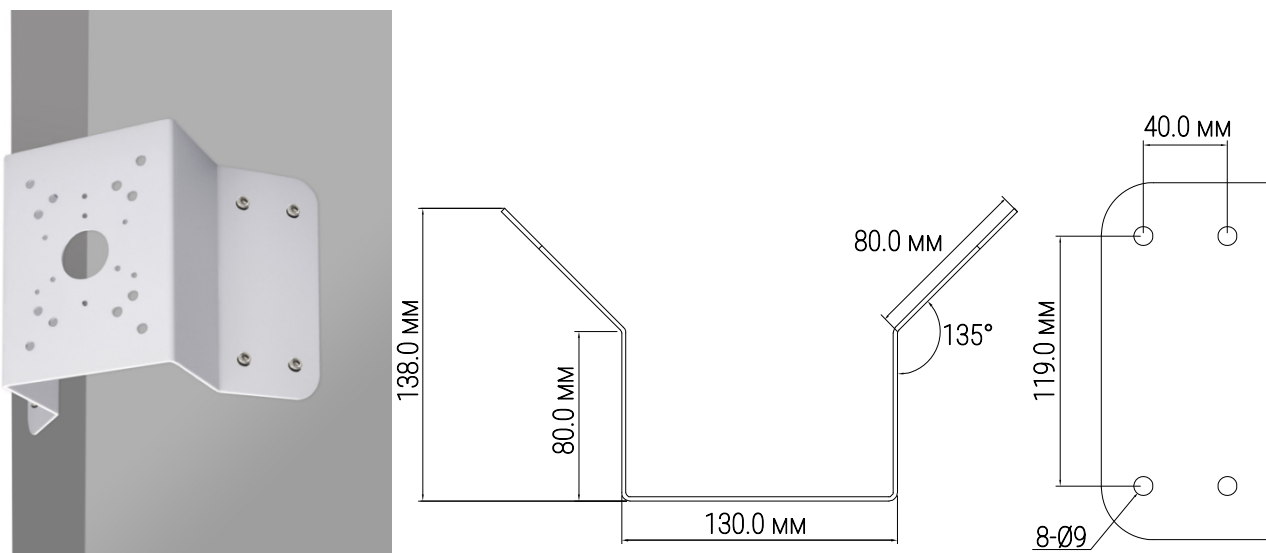

Рисунок 4.16 – Определение точек крепления кронштейна на установочной поверхности
1. Используя угловой кронштейн, отметьте точки крепления на установочной поверхности (Рисунок 4.16) и просверлите 4 отверстия (диаметр 8 мм, глубина не менее 65 мм) в установочной поверхности.